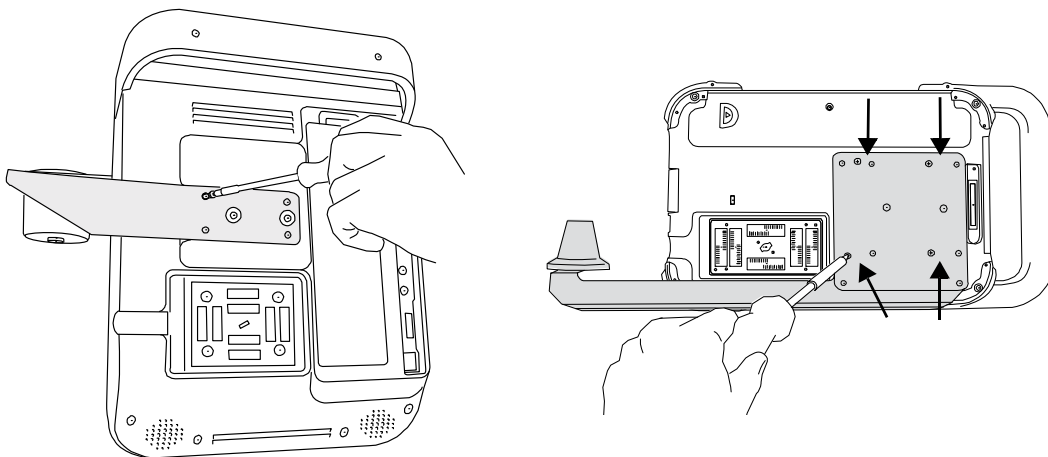

Abbildung 2 Schrauben am Schallkopfhalter anziehen: S Series (links) und NanoMaxx (rechts)
- 2 Ziehen Sie die vier Schrauben mithilfe eines Kreuzschlitzschraubendrehers an. Siehe **Abbildung 2**.
- ❖ Lösen Sie mithilfe eines Kreuzschlitzschraubendrehers die vier Schrauben an der Rückseite des Schallkopfhalters. Siehe **Abbildung 2**.